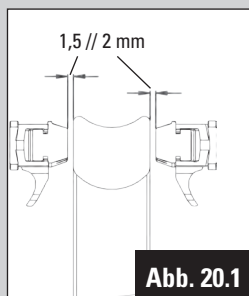

Abb. 20.1
1. Einstellung der Bremsschuhe (3 mm-Innensechskantschlüssel, Abb. 20.1) :Drehung im Uhrzeigersinn: Der Abstand zwischen Brems Schuh und Felge wird größer. Drehung gegen den Uhrzeigersinn: Der Abstand zwischen Brems Schuh und Felge wird kleiner.